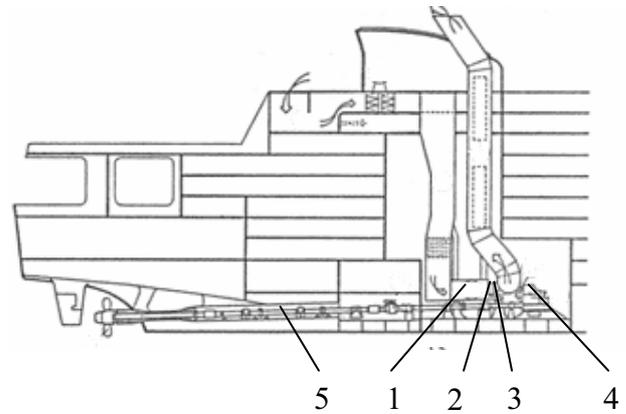

Abb. 1: Antriebsanlage der FINNJET
Die Antriebsanlage eines Fährschiffs besteht aus einer Gasturbine (1) mit einer Nennleistung von 27.500 kW bei einer Nenndrehzahl von 3.800 U/min. Diese Gasturbine ist über eine Lamellenkupplung (2) und eine weitere Kupplung (3) mit einem Getriebe (4) verbunden, welches das Drehmoment der Gasturbine an die Schiffswelle (5) weiterleitet. (**Abb. 1 und 2**).